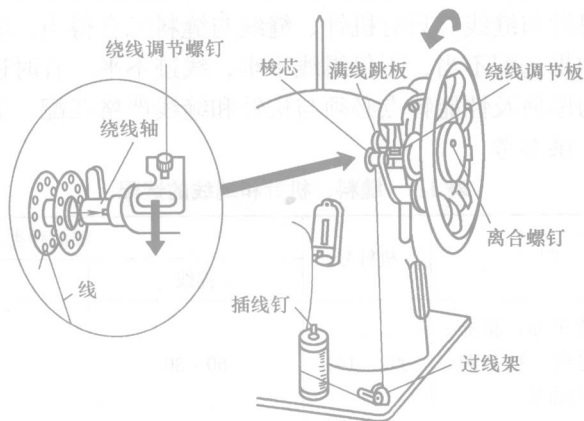

图 1-2 梭芯的绕线
(3) 在梭芯上绕线 在梭芯上缠绕底线要使用缝纫机头上右侧的专门部件，如图 1-2 所示。首先旋松离合螺钉，把线轴插在底板插线钉上，将线头引过过线架后穿入梭芯上的任何一个小孔中，并由内向外绕梭芯缠数圈，再将梭芯装入绕线轴，按下绕线调节板，使满线跳板自动将梭芯压住。用脚踏动机器，绕线器便可以自动绕线。梭芯绕满线以后，满线跳板会自动弹起，梭芯绕线即结束，如图 1-2 所示。